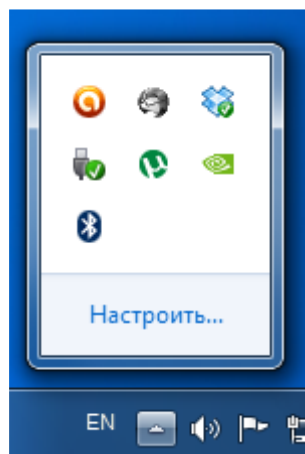

Рис.6. Вид всплывающей панели задач устройств Windows.
- 3.2.3. На ПК во всплывающей панели задач рядом с часами щелкните мышью два раза по значку  «Устройства Bluetooth» (рис.6):